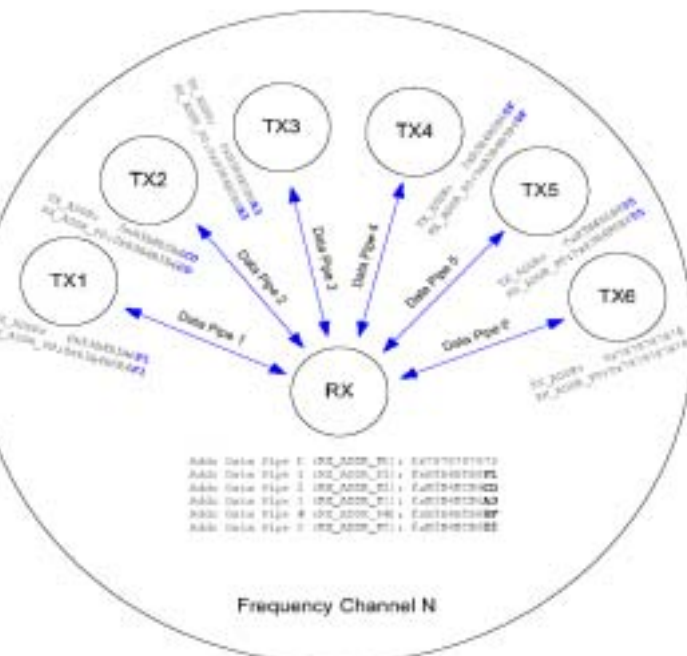

图 5、应答地址确定举例
nRF24L01 在确认收到数据后记录地址，并以此地址为目标地址发送应答信号。在发送端，数据通道 0 被用做接收应答信号，因此，数据通道 0 的接收地址要与发送端地址相等以确保接收到正确的应答信号。见图 5 选择地址举例。
- 2、当 MCU 有数据要发送时, 接收节点地址 (TX\_ADDR) 和有效数据(TX\_PLD)通过 SPI 接口写入 nRF24L01。发送数据的长度以字节计数从 MCU 写入 TX FIFO。当 CSN 为低时数据被不断的写入。发送端发送完数据后, 将通道 0 设置为接收模式来接收应答信号, 其接收地址(RX\_ADDR\_P0)与接收端地址(TX\_ADDR)相同。例: 在图 5 中数据通道 5 的发送端(TX5)及接收端(RX)地址设置如下: